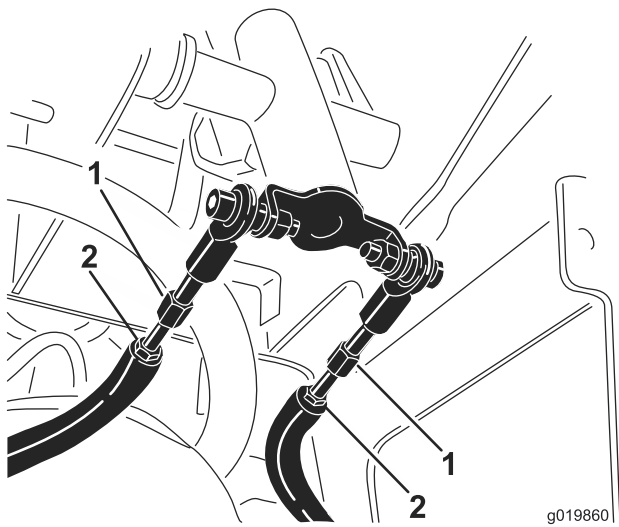

Figura 56
- D. Afloje las contratuerca de las varillas de tracción, debajo del panel de control (Figura 56).